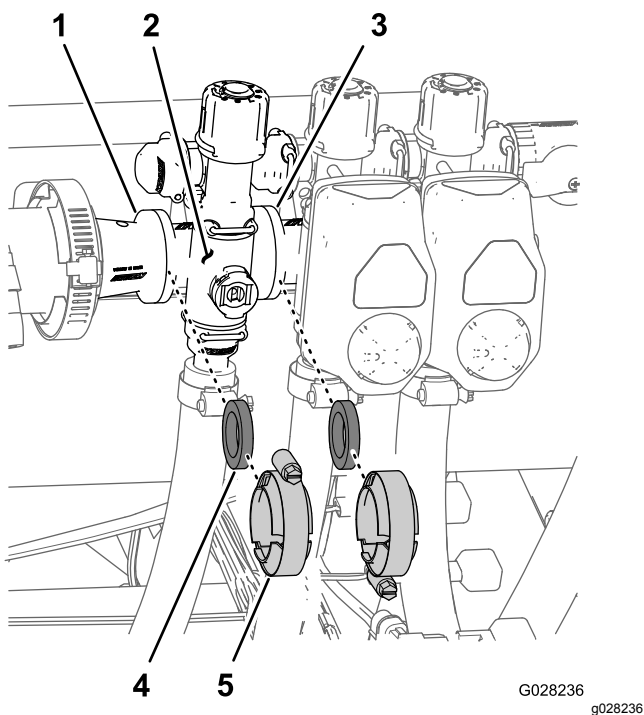

Figure 119
1. Déposez les colliers et les joints qui fixent le collecteur de la vanne de section (Figure 119) à la vanne de section adjacente (s'il s'agit de la vanne de section gauche, et accouplement réducteur).